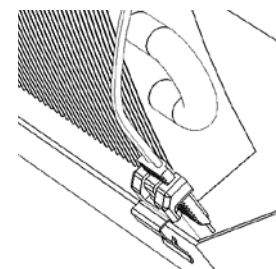

Figura 1a: Instalación en Pan de drenaje
- Montaje del Sensor de Pan (Figura 1a):**